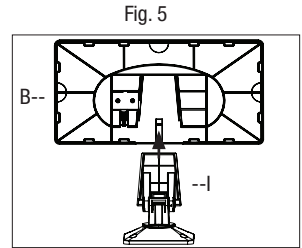

Fig. 5
4. Glissez le panneau solaire (B) sur la plaque de montage du panneau solaire (I) jusqu'à ce que vous ressentiez et entendiez un déclic (Fig. 5). Apportez tout ajustement final au panneau afin d'optimiser l'exposition aux rayons du soleil.